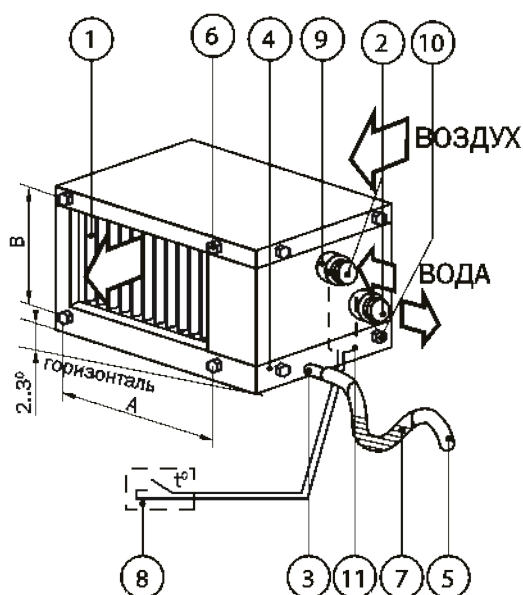

Рисунок 34. Устройство водяного воздухоохладителя:
Для свободного слива конденсата из поддона устанавливаются воздухоохладители в канал вентиляции необходимо с небольшим наклоном (2–3°) к горизонтали в сторону сливного патрубка (см. рис. 34).
Монтаж воздухоохладителей в системе вентиляции осуществляется путем крепления его к ответным фланцам воздуховодов или других агрегатов вентиляционной системы при помощи болтов (6 на рис. 34), предварительно вывернутых из корпуса (усилие затяжки не более 2 кг/м). Необходимо обязательно герметизировать стыки соединения легкосъемным уплотнителем для возможности демонтажа корпуса при техническом обслуживании.
На патрубок (3 на рис. 34) надевается дренажный шланг (5) с внутренним диаметром Ø20 мм для отвода образующегося при работе конденсата из поддона (4). Уклон шланга при прокладке должен быть не менее 0,01-0,02 (без подъемов и провисаний).
Для предотвращения засасывания конденсата обратно в систему рекомендуется установить на сливном патрубке специальный сифон либо организовать на сливном шланге участок засифонивания – изгиб (7 на рис. 34).
Для контроля работы воздухоохладителя достаточно установить датчик температуры теплоносителя на выходе в нижней части соответствующего патрубка водяного коллектора (2 на рис. 34). Датчик устанавливается взамен заглушки 11 при снятом поддоне 4. Кабель от датчика проводится через боковую стенку корпуса в любом удобном месте при обеспечении герметизации отверстия ввода.